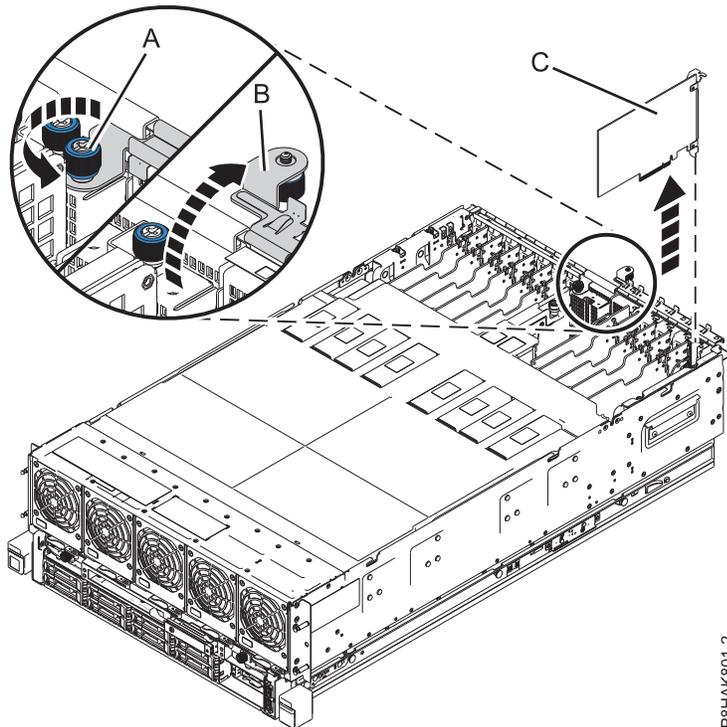

Figure 17. Retrait d'une carte PCIe du système 8408-44E ou 8408-E8E
- a. Dévissez complètement la vis moletée captive du support de fixation d'E-S. Voir **(A)** dans la figure 17, à la page 27.
- b. Ouvrez le support de fixation d'E-S en le faisant pivoter vers le haut et en l'éloignant du système. Voir **(B)** dans la figure 17, à la page 27.
- a. Saisissez avec précaution le bord supérieur ou la contre-poupée de la carte **(C)** et retirez celle-ci de son emplacement, comme illustré dans la figure 17, à la page 27.